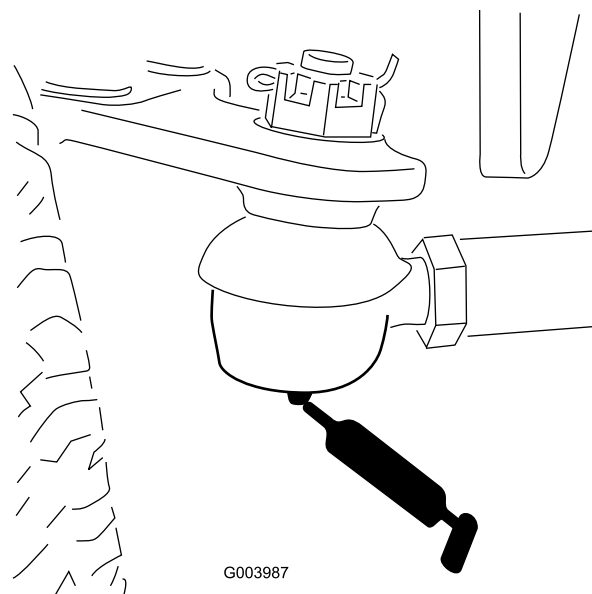

Рисунок 48
- Тяги заднего моста (2 шт.) (Рисунок 48)